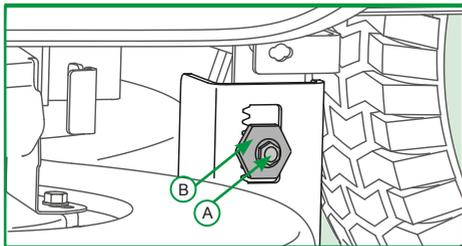

Figura 18
3. Afrouxe, mas não remova, o parafuso hexagonal de 1/2" (A) no lado esquerdo do suporte da plataforma. Ver Figura 18;
4. Regule a plataforma utilizando uma chave para mover a engrenagem de 1 1/4" (B) de ajuste (encontrada imediatamente atrás do parafuso hexagonal que foi afrouxado) em sentido horário ou anti-horário. A plataforma está nivelada de forma apropriada quando as medidas das laterais até o chão são iguais;